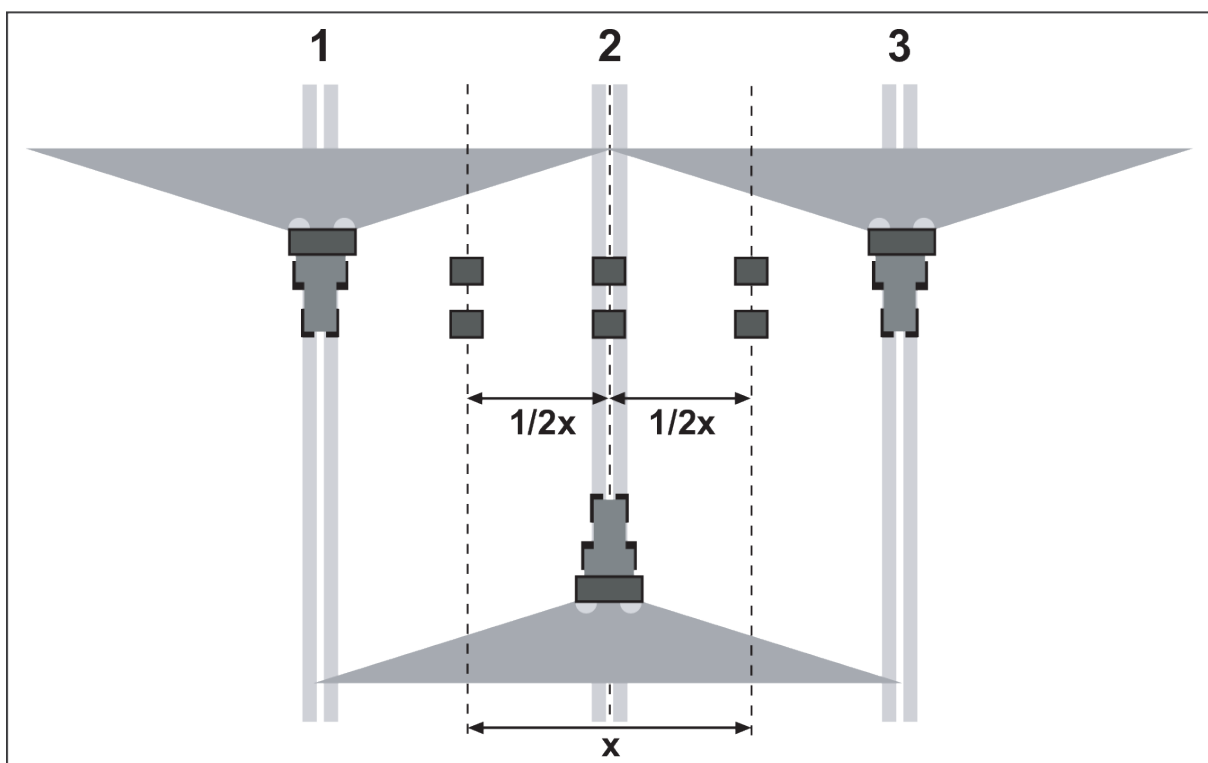

Fig. 52: Oppstilling for tre passeringer
- ▶ Sett opp to fangskåler i en avstand på **1 m** etter hverandre i overlappingssonene og i den midterste kjørebane (iht. Fig. 52).